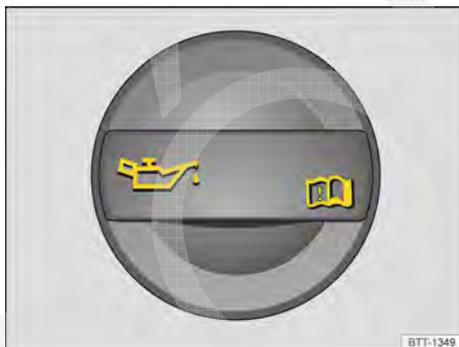

Fig. 229 No compartimento do motor: tampa da abertura de enchimento de óleo do motor.
4. Identificar a abertura de enchimento de óleo do motor e a vareta de medição do óleo. A abertura para enchimento do óleo do motor é identificada pelo símbolo 🛢️ na tampa → Fig. 229 e no punho de cor contrastante da vareta de medição do óleo. Se não estiver claro onde a tampa e a vareta de medição do óleo se encontram, procurar uma Concessionária Volkswagen.
9. Desrosquear a tampa da abertura para enchimento de óleo do motor → Fig. 229.